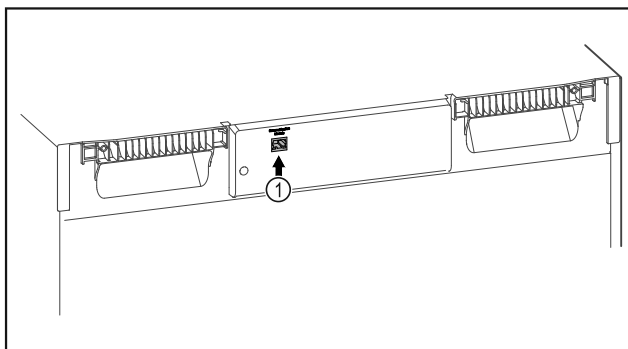

Fig. 112
- ☐ Je používán SmartModule Fig. 112 (1).